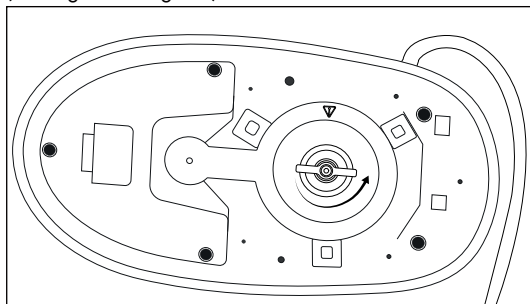
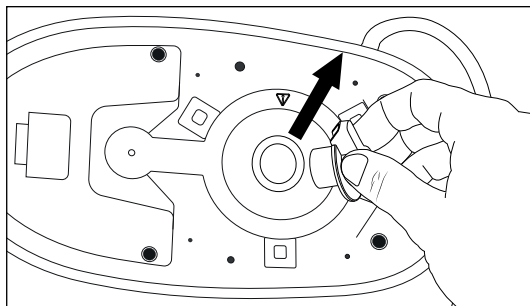

Fig. 11
Fig. 12
- 3) Ouvrez le bouchon de la chambre à vapeur **7** en le tournant dans le sens antihoraire et tirez le bouchon de la chambre à vapeur **7** hors de l'orifice (voir Fig. 11 et Fig. 12).